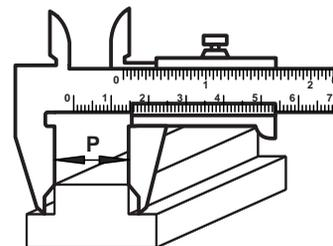

Fig. 3
a) Mida y compruebe el paralelismo. (Fig. 3).